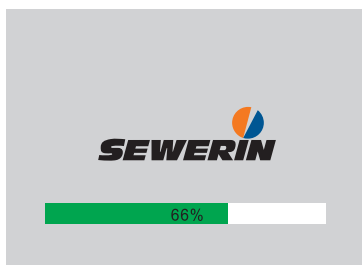

Abb. 12: Startbild
1. Drücken Sie so lange die Ein/Aus-Taste, bis das Startbild (Abb. 12) erscheint.